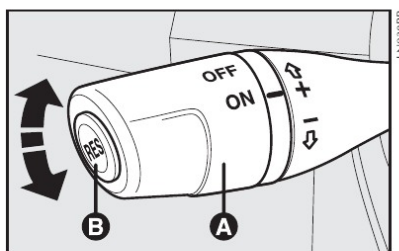

fig. 71
## COMANDOS - fig. 71
O piloto automático é comandado pela alavanca **A**-fig. 71.
- 1) Apertando o pedal do acelerador e em seguida memorizando a nova velocidade atingida (posicionando a alavanca **A**-fig. 71 para cima (+) por pelo menos três segundos);